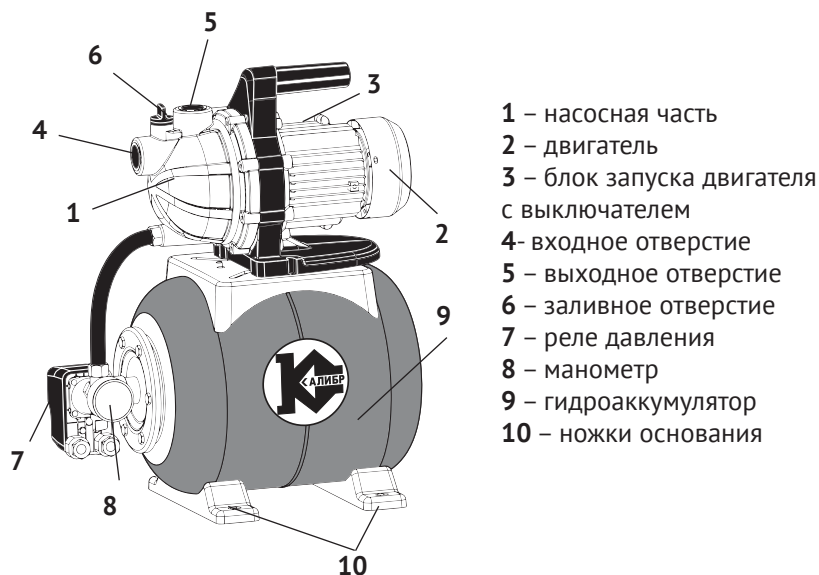
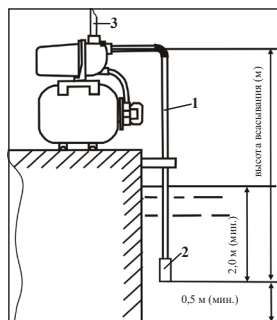

рис. 1
рис. 3
Станция состоит из гидроаккумулятора (рис.1 поз.9) и закреплённого на нём насоса с органами контроля (реле давления – рис.1 поз.7, манометр – рис.1 поз.8) и управления запуска двигателя (рис.1 поз.3).
Привод насоса станции осуществляется однофазным асинхронным двигателем переменного тока (рис.1 поз.2). На якорь двигателя крепится пластиковая крыльчатка. Вращающееся с высокой скоростью рабочее колесо (крыльчатка) через диффузор и трубку вентури повышает давление воды в гидроаккумуляторе до максимального – 2,4 бар, при котором реле давления (рис.1 поз.7) отключает насос. Таким образом в гидроаккумуляторе создаётся давление, необходимое для подъёма воды на нужную высоту. При расходе воды, давление в гидроаккумуляторе понижается. При достижении давления 1,4 бара, реле давления включает двигатель насоса. На блоке запуска (рис.1 поз.3) расположен выключатель двигателя. Он имеет два фиксированных положения: «I» - включено и «0» - выключено.
2.4 Общий вид станции представлен на рис.1
2.5 Двигатель (рис.1 поз.2) в металлическом корпусе и насос (рис.1 поз.1) в пластиковом корпусе закреплены сверху, на корпусе гидроаккумулятора (рис.1 поз.9). Насос приводится в действие асинхронным двигателем переменного тока. Подключение насоса к сети осуществляется кабелем питания со штепсельной вилкой с заземляющим контактом. Насосная часть станции имеет два отверстия ($D_u = 1''$) для присоединения входной (рис.1 поз.4) и выходной (рис.1 поз.5) трубы (шланга). Сверху расположена заливная горловина (рис.1 поз.6) с пробкой. На блоке запуска (рис.1 поз.3) расположен выключатель двигателя. Он имеет два фиксированных положения: «I» - включено и «0» - выключено.
4.3 Установить станцию на ровной твёрдой поверхности. Для уменьшения вибрации рекомендуется закрепить ножки основания (рис.1 поз.10). Станцию лучше всего расположить как можно ближе к скважине (колодцу) подачи воды.
4.4 Присоедините к входному отверстию всасывающую трубу (шланг) и опустите её в воду, как показано на рис.3.
Внимание! Для оптимальной работы станции на всасывающую трубу необходимо установить обратный клапан (рис.3 поз.2).
4.5 Смонтируйте и присоедините к выходному отверстию (рис.1 поз.5) напорную магистраль (рис.3 поз.3). Трубы должны крепиться на специальных подвесках, чтобы не оказывать давления на станцию. Соединение труб должно быть герметичным.